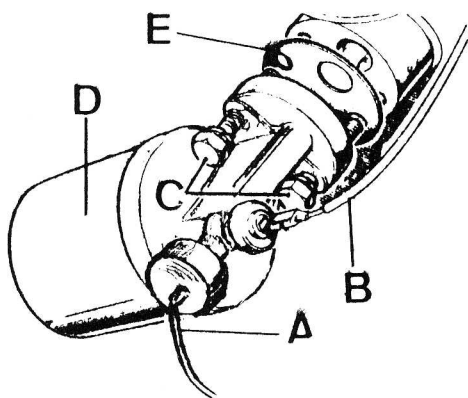

Fig. A3-26 Desmontaje del conjunto filtro exterior de aceite.
- 1.2. Desconectar los cables del transmisor, A (Fig. A3-26) y el del interruptor - de presión de aceite, B.
- 1.3. Desmontar los tornillos, C (Fig. A3-26) que fijan el conjunto, D, y extraer dicho conjunto con la junta, E.
- 2.2. Tomar una junta nueva, E (Fig. A3-26), extender una capa de grasa sobre sus dos caras y situarla sobre la cara de acoplamiento en el bloque.
- 2.3. Fijar el conjunto, D (Fig. A3-26) con los tornillos, C, y conectar los cables B y A.